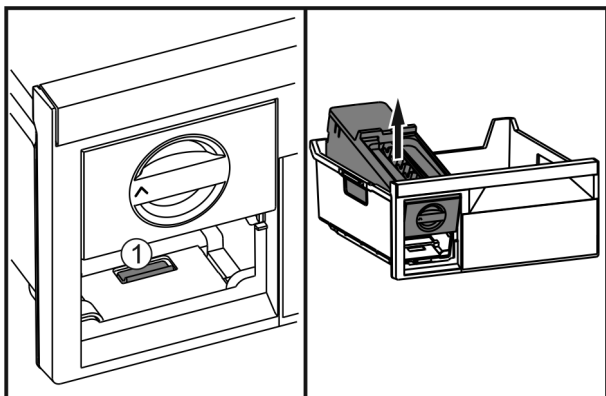

Fig. 63
- ▶ Wcisnąć nakładkę Fig. 63 (1), EasyTwist-Ice zdjąć od tyłu i wyjąć z szuflady zamrażalnika.